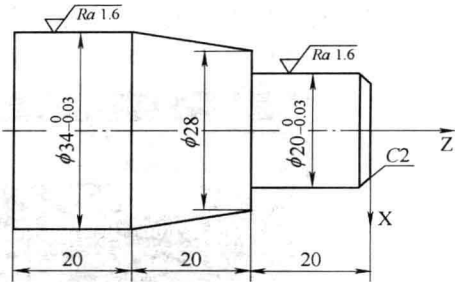

图 1-3 带锥台阶
1) 零件图（见图 1-3）。图 1-3 所示零件的毛坯为 $\phi 36\text{mm}$ 棒料，工件材料为尼龙，生产数量为小批量生产。试编制工件的加工程序并加工。
- ①车端面（手动）。
- ②外圆粗车，循环切削。
- ③外圆精车，循环切削。
- ④切断。